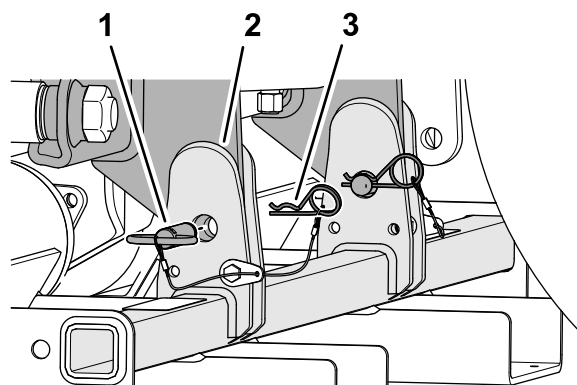

図 46
3. 保管用スタンドを機体に固定する保管用スタンドピン2本とヘアピン2本を使用する 図 46。